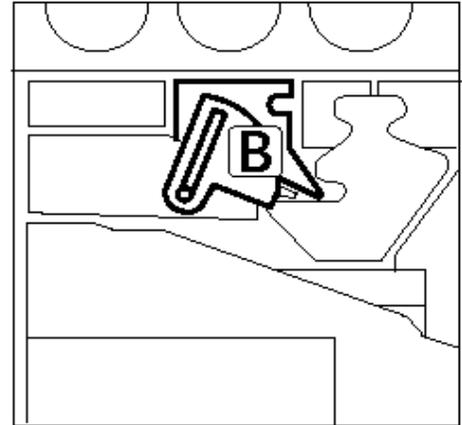
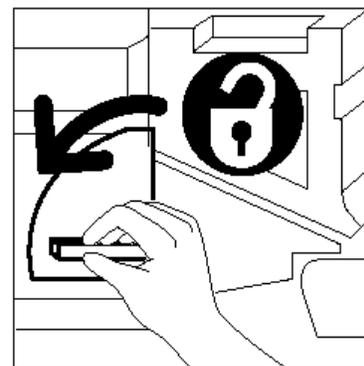

Abb. 28: Goldener Entriegelungshebel (B)
Abb. 29: CopyBox lösen
- 2 Den goldenen Entriegelungshebel der CopyBox (Bereich B) gegen den Uhrzeigersinn drehen, um sie zu lösen (s. Abb. 28 und Abb. 29).
HINWEIS: Das in Abb. 28 auf der Entriegelung sichtbare "B" befindet sich tatsächlich auf der CopyBox.